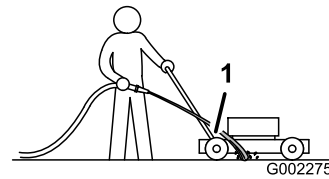

Bild 26
3. Halten Sie den Wasserschlauch auf Holmhöhe und richten Sie den Wasserstrahl unmittelbar vor dem rechten Hinterrad auf den Boden (Bild 26).